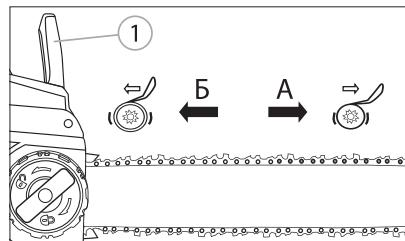

Рис. 11
Тормоз цепи 1 (рис. 11) имеет два положения:
1. Тормоз включен (цепь не двигается), когда рычаг тормоза направлен вперед (A, рис. 11). В этом случае цепь не должна двигаться.
2. Тормоз выключен (цепь может двигаться), когда рычаг тормоза оттянут назад и заблокирован (Б, рис. 11). В этом случае цепь должна свободно двигаться по шине.